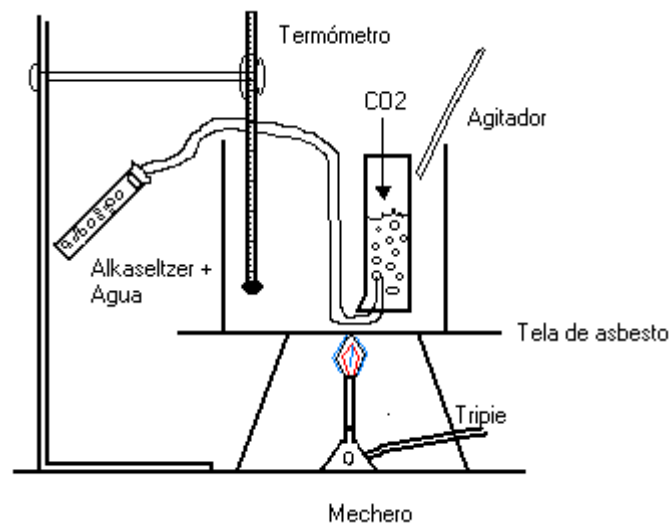

Figura 3.
1. Para la realización de este experimento se utiliza el equipo mostrado en la figura 3 (El sistema gaseoso variará su volumen con la temperatura a presión constante).